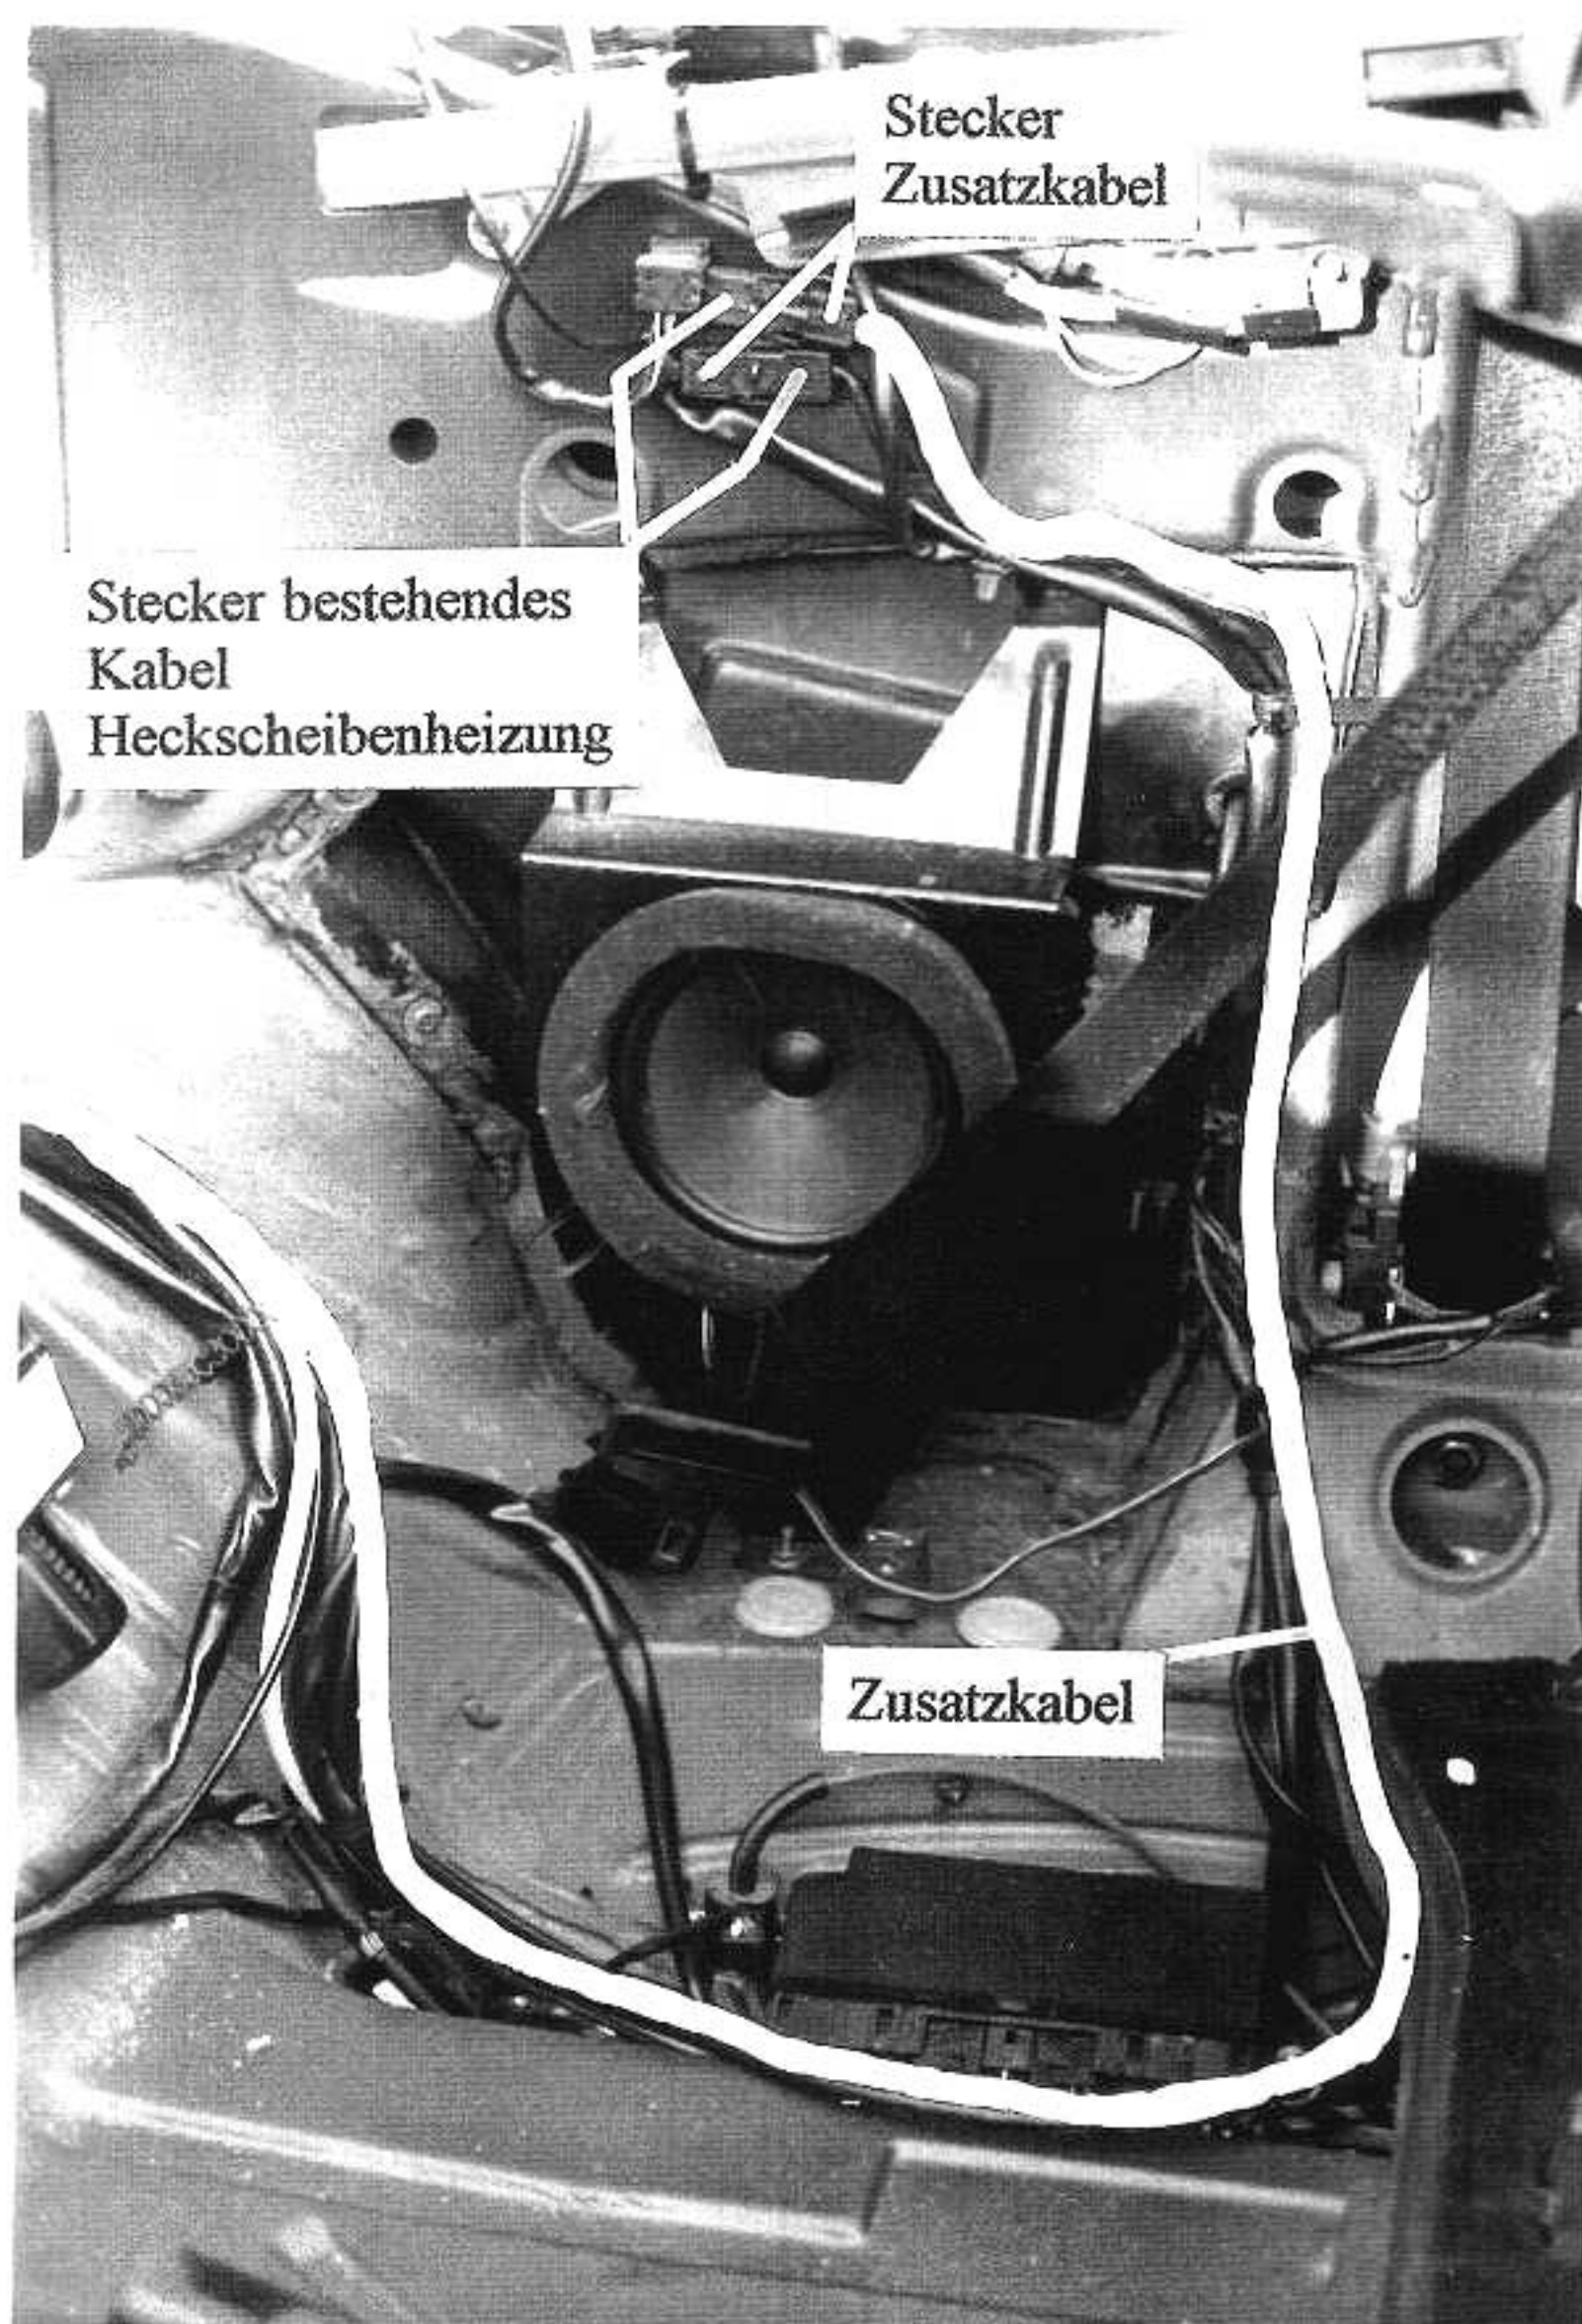

Bild 3 (unter Fondseitenverkleidung links)
- > Einstecken und Verlegen des Zusatzkabels nach (Bild 3) unter der Fondseitenverkleidung links.